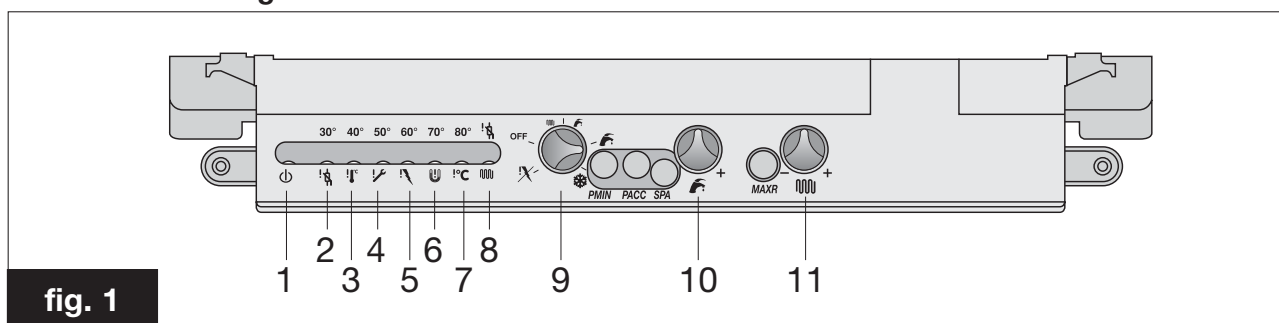
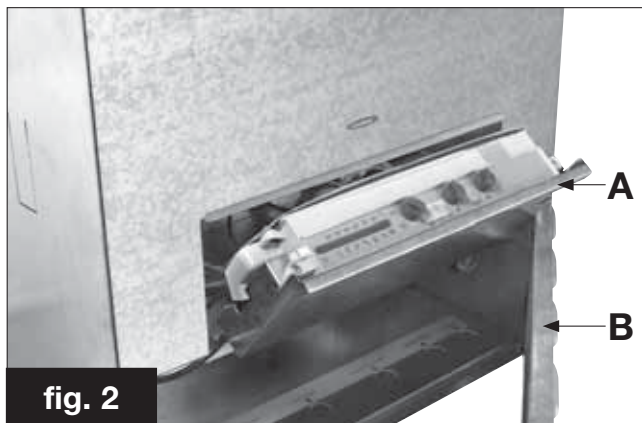

fig. 1
fig. 2
Il pannello di regolazione (fig. 1) si trova all'interno della caldaia; per accedervi bisogna aprire il portello con chiusura a chiave B (fig. 2) e abbassare lo sportellino A presente nel pannello frontale del telaio da incasso.
- scegliere lo stato di funzionamento della caldaia per mezzo del selettore 9 (fig. 2);
- impostare il valore di temperatura desiderato per l'impianto di riscaldamento per mezzo del regolatore 11 (fig. 2);
- impostare il valore di temperatura desiderato per l'acqua sanitaria per mezzo del regolatore 10 (fig. 2);
Quando l'impianto di riscaldamento richiede calore si accende la lampada 8 (fig. 2) di richiesta riscaldamento.
Dopo un periodo di lunga inattività della caldaia, in special modo per le caldaie funzionanti a GPL, si potrebbe riscontrare una difficoltà di accensione. Pertanto, prima di accendere la caldaia, accendere un altro apparecchio a gas (ad esempio un fornello). Nonostante questo la caldaia potrà andare in blocco una o due volte. Ripristinare quindi il funzionamento della stessa portando il selettore 9 (fig. 2) nella posizione di sblocco.
- verificata la presenza di combustibile sbloccare il bruciatore portando il selettore 9 (fig. 2) in posizione di sblocco: se l'apparecchio non riparte e ritorna in blocco, dopo due tentativi ricorrere ad un Centro di Assistenza autorizzato o a personale qualificato per un intervento di manutenzione. Qualora il bruciatore si metta in blocco con frequenza, segno questo di una anomalia ricorrente nel funzionamento, ricorrere ad un Centro di Assistenza autorizzato o a personale qualificato per un intervento di manutenzione.
In caso di blocco della caldaia per sovratemperatura si accende in modo lampeggiante la lampada rossa 3 (fig. 2). In questo caso ricorrere ad un Centro di Assistenza autorizzato o a personale qualificato per un intervento di manutenzione.
In caso di blocco per intervento del pressostato acqua la lampada 6 lampeggia (fig. 2).